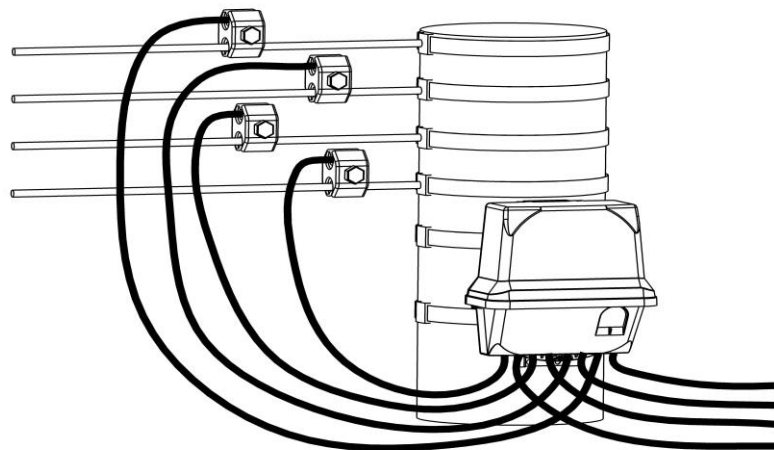

Рисунок 25 - Подключение счетчика в корпусе SPLIT с использованием прокалывающих зажимов
4.3.2.4 Если выбран способ монтажа счетчика в корпусе SPLIT с помощью прокалывающих зажимов (рисунок 25), то до монтажа счетчика необходимо приготовить отрезки СИП кабеля с закрепленными прокалывающими зажимами. С другого конца кабеля зачистить, обжать так, как описано ниже в данном пункте и